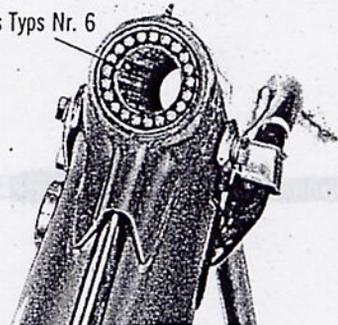

Abbildung 62
Beim Herausziehen der Vorderradgabel muß sorgfältig darauf geachtet werden, daß die Stahlkugeln der Größe Nr. 6 nicht herausfallen und verlorengehen. (Abbildung 62)
- (1) Die Stahlkugeln Nr. 6 auf Risse und Verschleiß prüfen. (Abbildung 62)
- (2) Steuerkopf auf Verbiegungen und andere Beschädigungen prüfen.
- (3) Obere und untere Kugellager-Laufringe und Kugelflächen auf Kratzer, Verschleiß und Druckstellen überprüfen.